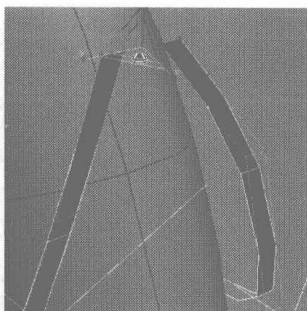
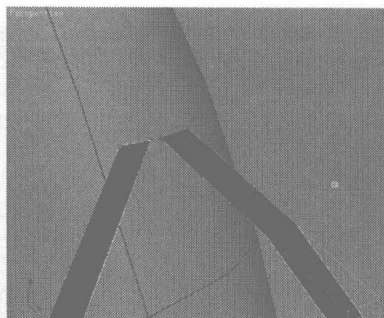
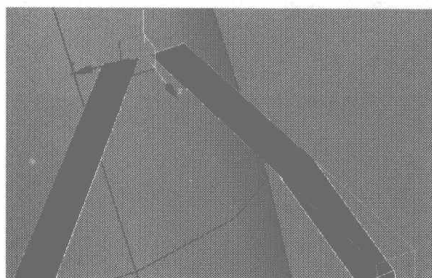
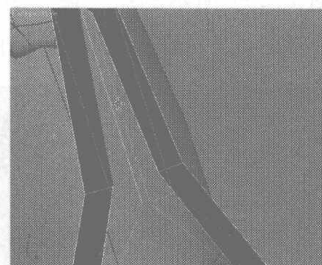

图 2.323
图 2.324
图 2.325
图 2.326
- 46** 选择如图 2.323 所示的点，调整到如图 2.324 所示的位置。选择如图 2.325 所示的曲线，按住 Shift 键向上拖动，复制出一个边沿，如图 2.326 所示。